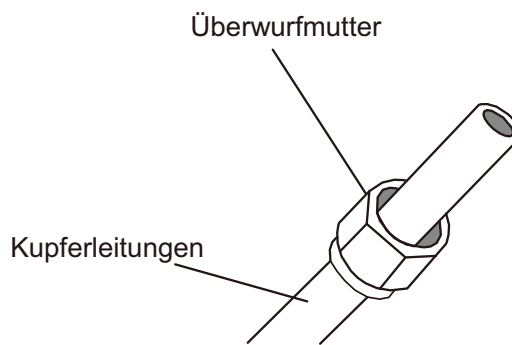

Abb. 6.3
3. Befestigen Sie die Überwurfmuttern an beide Enden der Leitungen. Vergewissern Sie sich, dass die Muttern in der richtigen Position sind, denn nach dem Senken kann nicht mehr nachjustiert oder die Position verändert werden. Siehe **Abb. 6.3**